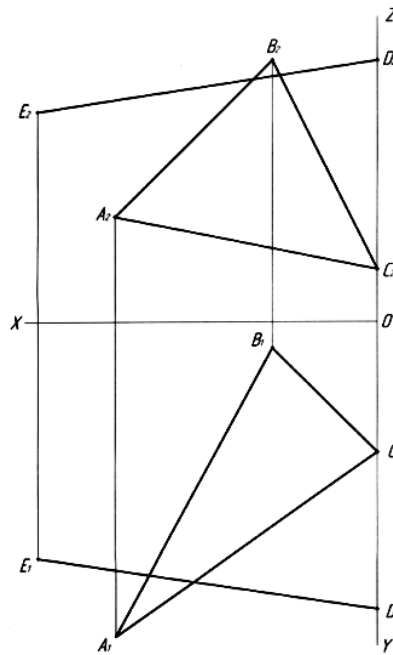

Рис. 1. Построение треугольника ABC и стороны DE треугольника DEL по заданным координатам точек
1. Построить треугольник ABC и сторону DE треугольника DEL по заданным координатам (рис. 1).